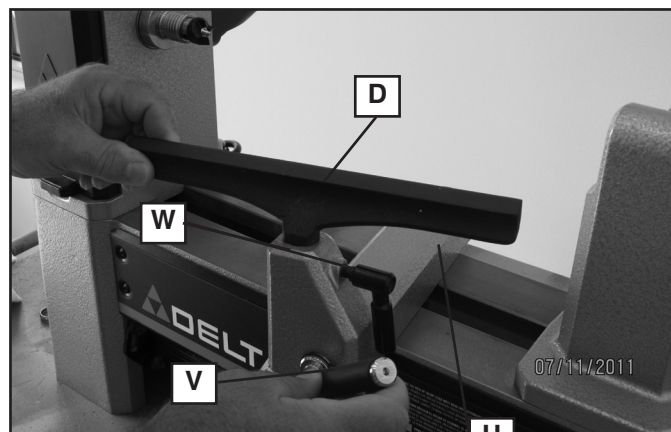

Fig. 13
Pour régler la base (U) du porte-outil, fig. 13, desserrer le levier de blocage (V) de la base puis la régler. Il est possible de positionner la base du porte-outil en parallèle, vers l'avant ou l'arrière, ou de la faire pivoter selon le besoin. Une fois en position, bloquer solidement la base au moyen du levier (V).